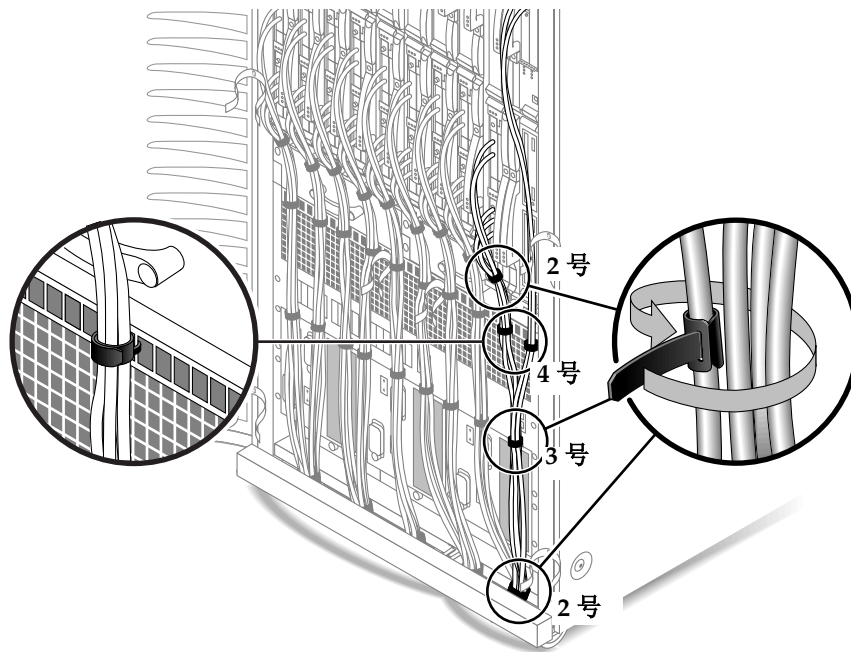

图 2-7 黑色管理带
5. 在 I/O 板下方将 10.0 英寸（25.4 厘米）黑色电缆带（2 号）附加到一根电缆，然后将 I/O 板内剩余的电缆环入电缆带内（图 2-7）。
6. 将每捆电缆和 SC 电缆垂直固定到黑色电缆悬挂带（图 2-7）。
7. 在电源的顶部，将 6.0 英寸（15.2 厘米）黑色轻电缆带（3 号）固定到一根电缆，然后将电缆集中剩余的电缆环入电缆带内（图 2-7）。
8. 在系统的底部，将 10.0 英寸（25.4 厘米）黑色电缆带（2 号）固定到一根电缆，然后将两个电缆集中的电缆环入电缆带内（图 2-7）。